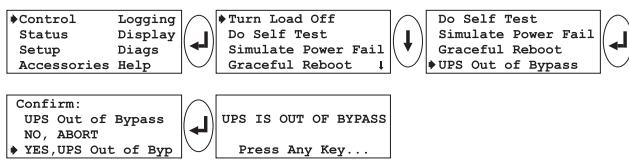

Рис. 5-25 Возврат в сетевой режим
- 11. Верните систему Symmetra™ в сетевой режим работы с помощью последовательности экранов, приведенной на рис. 5-25..